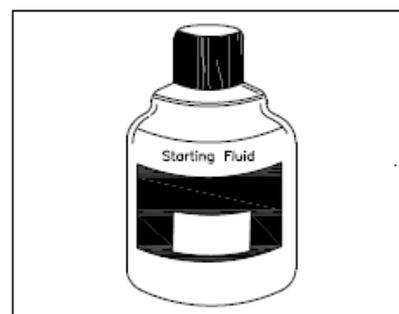

Fig 2-12
*O éter combinado com o termóstato pode provocar uma explosão com os consequentes danos no motor, danos pessoais ou ambos. (fig 2-12)*